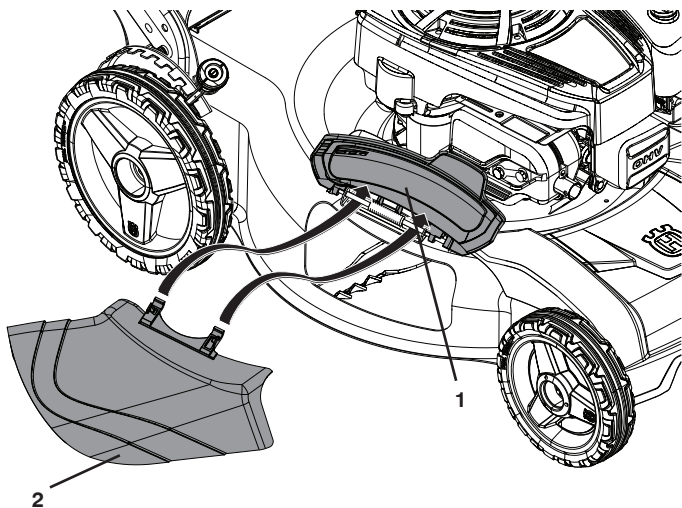

Figure 13
2. Ouvrez la porte de la broyeuse et installez le déflecteur comme montré (Figure 13).